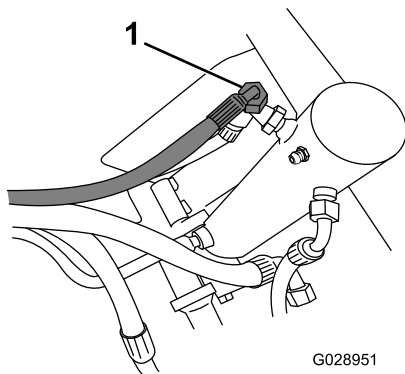

Figura 6
5. Retire la manguera de 1/4" del acoplamiento en T del cilindro de elevación de la unidad de corte trasera derecha (Figura 6).
6. Conecte la manguera nueva de 1/4" al cilindro de elevación (Figura 6).